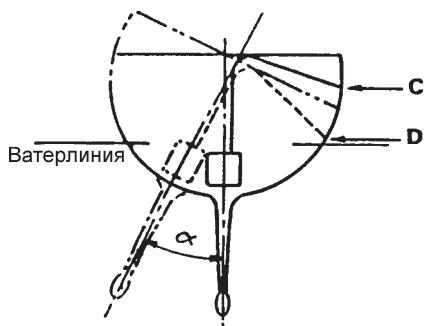

Рис. 3
- С – борту судна (рис. 3), учитывая угол возможного крена.